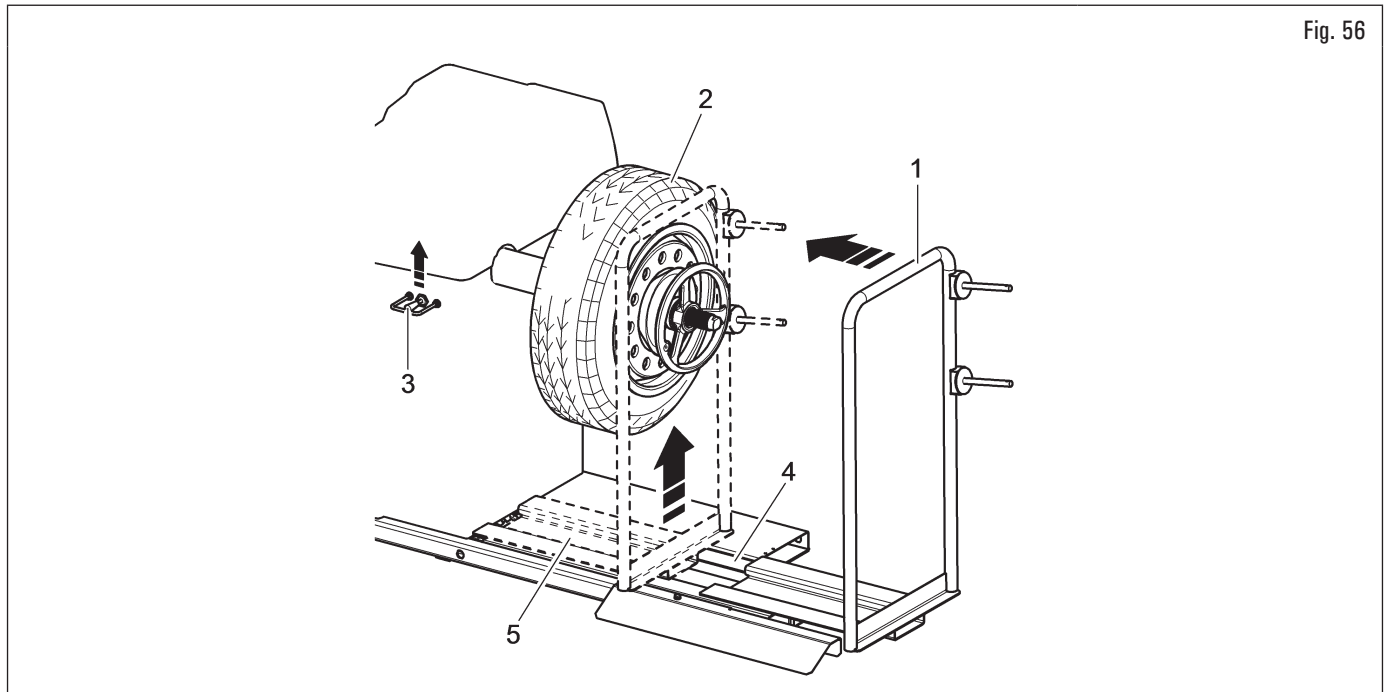

Fig. 56
1. Desplazar hacia izquierda el soporte de la rueda (Fig. 56 ref. 1) y llevar plano de apoyo rueda (Fig. 56 ref. 5) bajo del neumático (Fig. 56 ref. 2);
2. levantar el mando del elevador (Fig. 56 ref. 3) y levantar la plataforma (Fig. 56 ref. 4) hasta que el apoyo rueda (Fig. 56 ref. 5) se ponga en contacto con el neumático (Fig. 56 ref. 2);